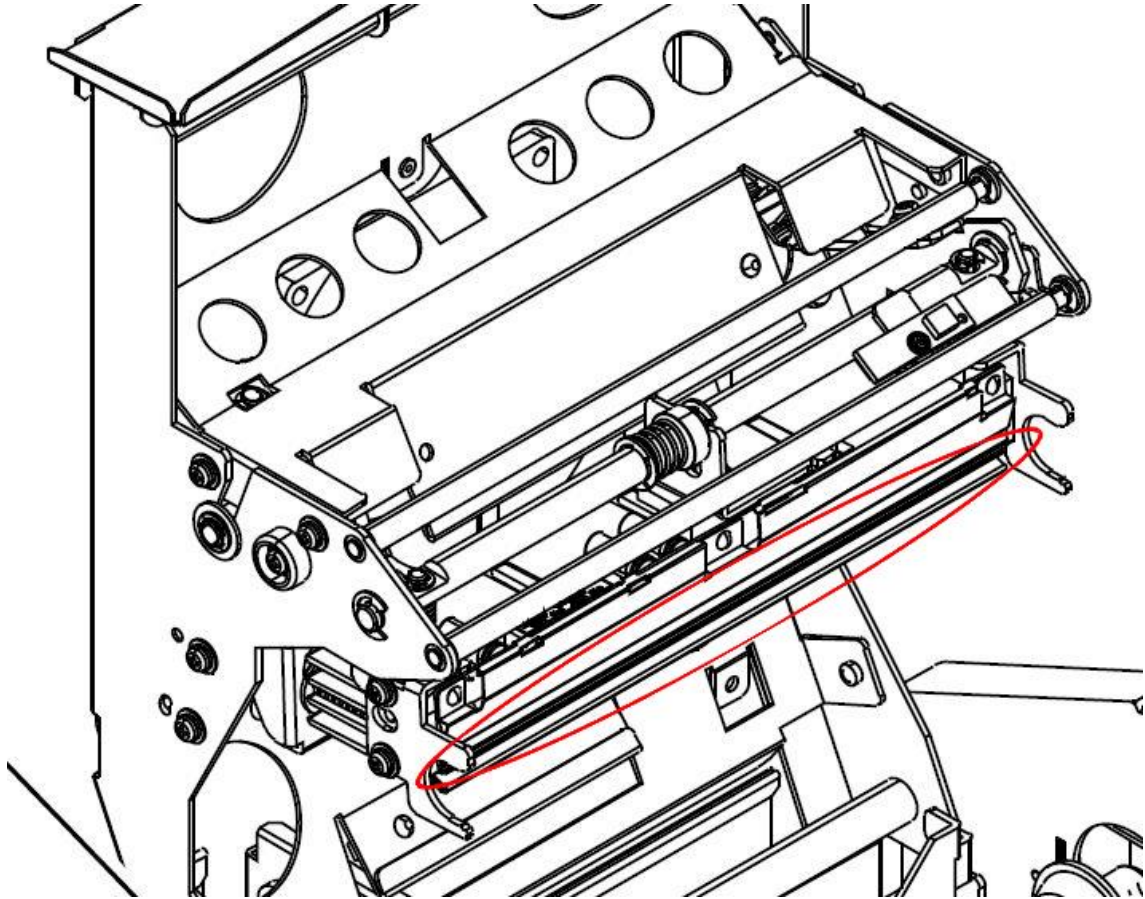

Fig. 2 - Resaltado el sector del cabezal al cual se debe limpiar.
5. Pasar sobre la zona remarcada (ver Fig. 2) de manera que solamente se realicen pasadas unidireccionales en la banda marrón.